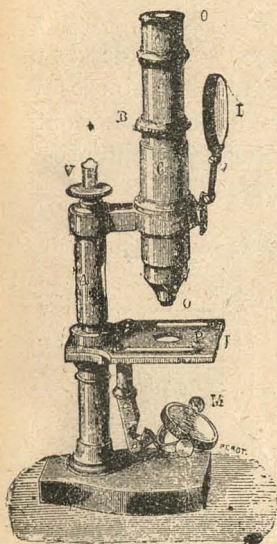

Fig. 142.—Microscopio
**3. Microscopio.**—El *microscopio compuesto* (fig. 142) es un aparato formado de dos sistemas de lentes convergentes, el *ocular* y el *objetivo*; esas lentes están dispuestas de modo que produzcan aumentos considerables.